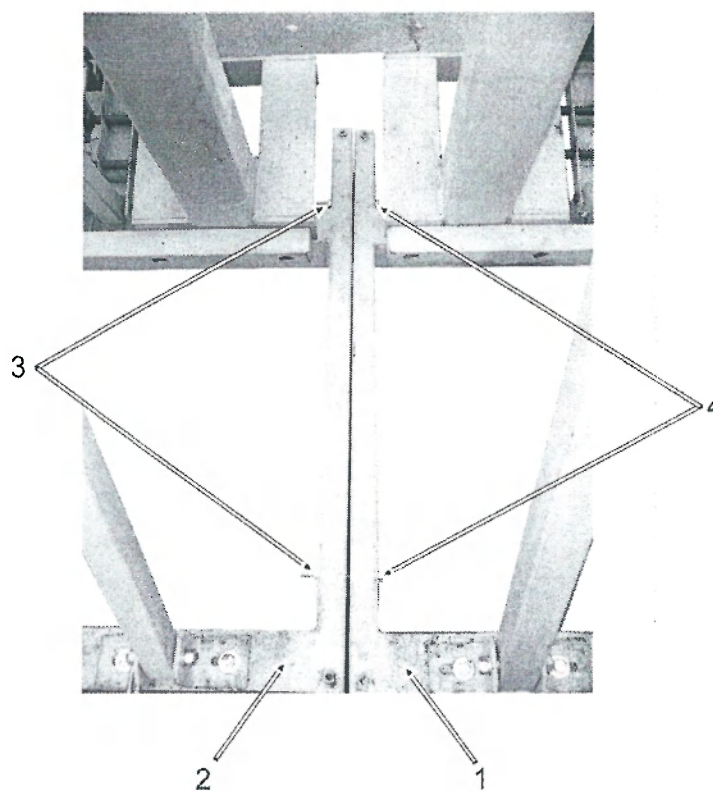

Рисунок 2
Пресса VESP 6000/1350-150, VESP 9000/1350-150 и VESP 12000/1350-150 имеют секционную конструкцию. Соединение секций 1 и 2 (рис.2) между собой производится снизу, в двух местах. Для этого применяются болты 4, шайбы и гайки 3.
1. Стыковка секций прессов 6000.....12000 мм производится двумя болтами с шайбами и гайками, которые скрепляют секции (рис.2).